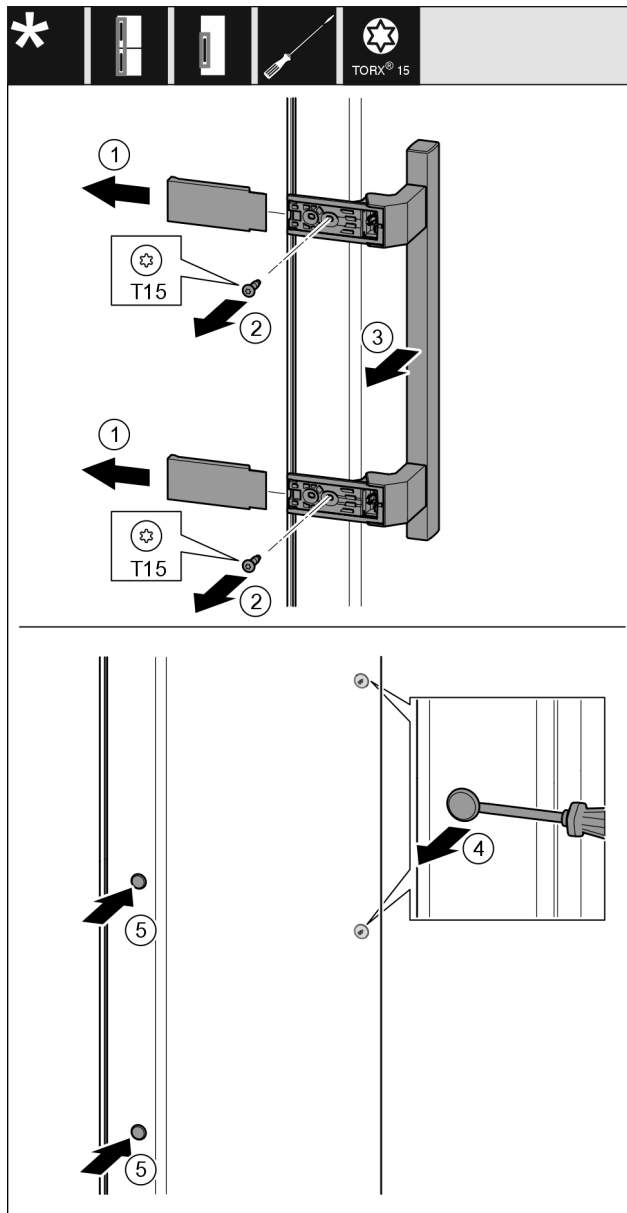

Fig. 19
- Togliere la copertura Fig. 19 (1).
- Estrarre le viti Fig. 19 (2) con un cacciavite.
- Rimuovere la maniglia Fig. 19 (3).
- Sollevare il tappo laterale Fig. 19 (4) con cautela con un cacciavite a intaglio ed estrarlo.
- Reinserire il tappo Fig. 19 (5) sull'altro lato.